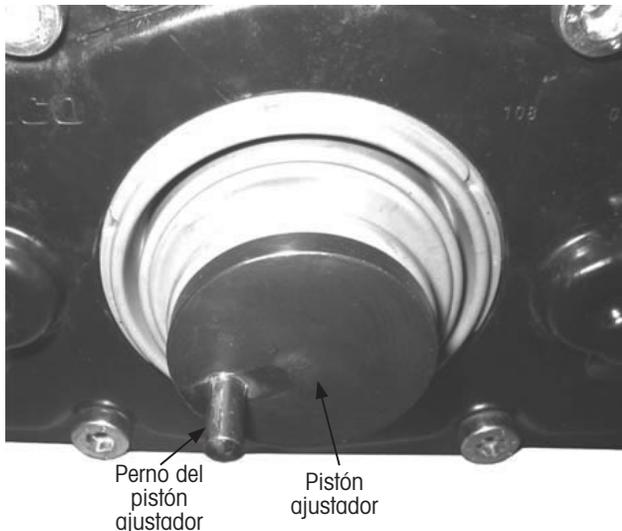

Figura 29: Rotación del pistón ajustador con el perno
1. Mientras revisa el ajustador, **restrinja** el perno del pistón ajustador para evitar la rotación y el daño a la funda del pistón ajustador (Figura 29).